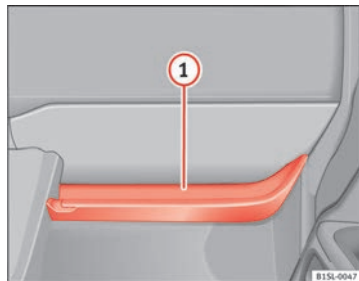

Fig. 76 Vide-poches ouvert côté passager.
Dans le vide-poches ouvert se trouve un crochet pour sacs ⇒ fig. 76 ①.